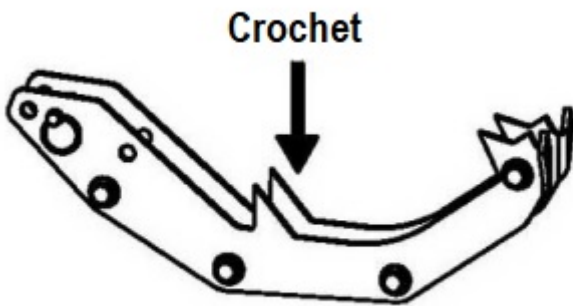

Figure 2
2. Assemblez le crochet avec la douille, le boulon (M10*65) et le contre-écrou (M10) pour former un ensemble de crochet. Comme indiqué sur la figure 2.